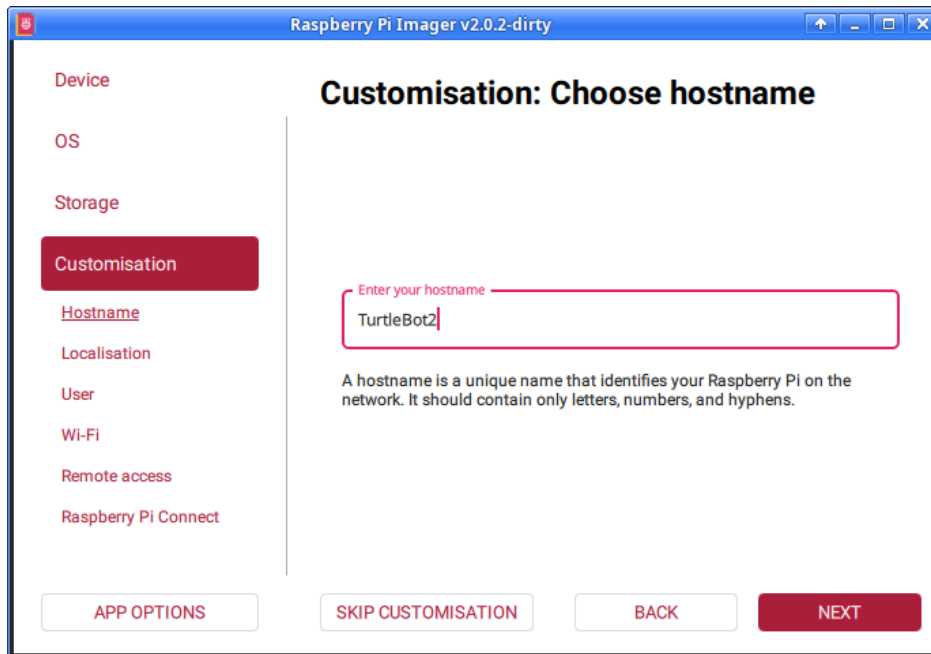

Figura 5: Configurar Hostname
- **Hostname:** p.ej. turtlebot01 (Figura 5)